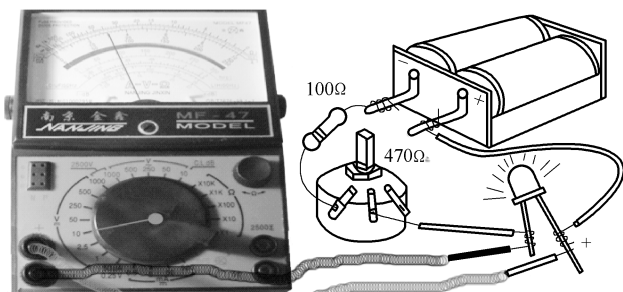

图 1-4 用万用表测量电压示意图
2) 测量方法。测量直流电压时，万用表应与被测电路并联。红表笔接被测电路的电源正极，黑表笔接被测电路的电源负极，如图 1-4 所示。